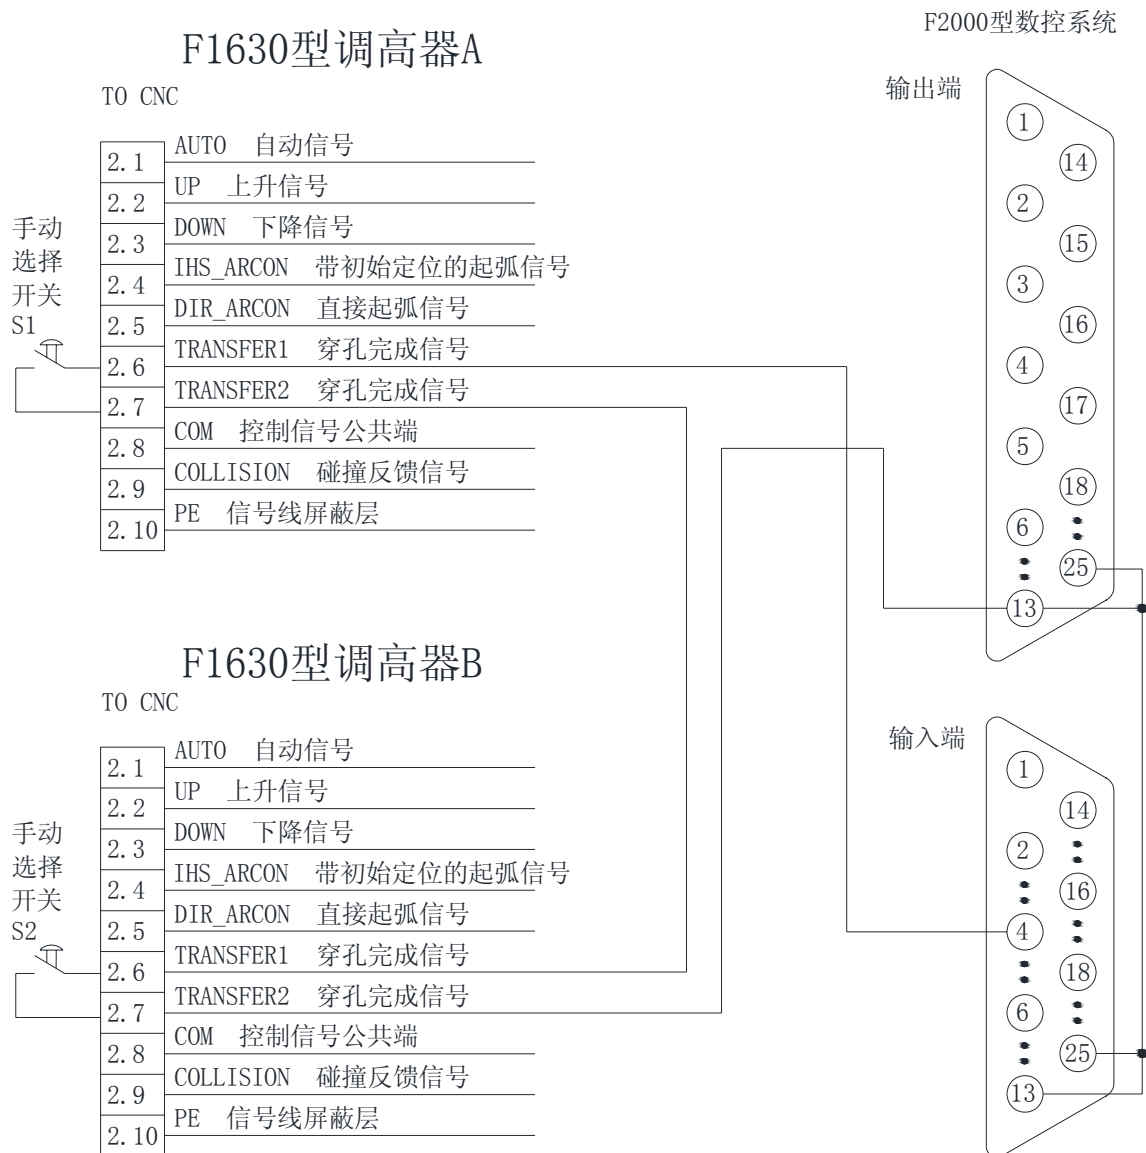

图 3.14 双调高器起弧完成信号与方菱数控 F2000 系列数控系统连线
从图 3.14 可以看出，两台调高器的穿孔完成信号串联后，连接到数控系统的起弧成功端口，因此，只有两台调高器全部起弧成功，数控系统才会认为等离子电源全部起弧成功，才会移动机床开始切割。切割过程中，任何一台等离子电源断弧，都会导致数控系统收到断弧报警信号，从而中断切割。
- 4) 如果双调高器只使用一台而另一台不使用时，还需要注意，因为对数控系统而言，起弧成功反馈信号是通过两台调高器的穿孔完成接点串联后传递的，当一台调高器不使用时，穿孔完成接点始终不会闭合，即使本调高器穿孔完成接点闭合，数控系统也收不到起弧成功信号。因此，对于不使用的调高器，需要外接开关，将其穿孔完成信号短接，才能使数控系统收到正在使用的调高器的起弧成功信号。从图 3.14 可以看出，调高器 **A** 需要外部接一个手动选择开关 **S1**，而调高器 **B** 需要外部接一个手动选择开关 **S2**，如果 **A** 和 **B** 同时使用，则开关 **S1** 和 **S2** 都打开，如果使用 **A** 而不使用 **B**，则 **S1** 打开而 **S2** 闭合，如果不使用 **A** 而使用 **B**，则 **S1** 闭合而 **S2** 打开。总而言之，对于不使用的调高器，选择开关是闭合的。